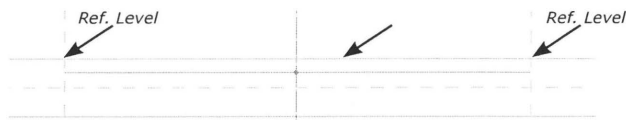

Fig. 08.89. Tegn en sti indenfor de to *Reference Planes*.
- Tegn en sti indenfor de to *Reference Planes* (Fig. 08.89).